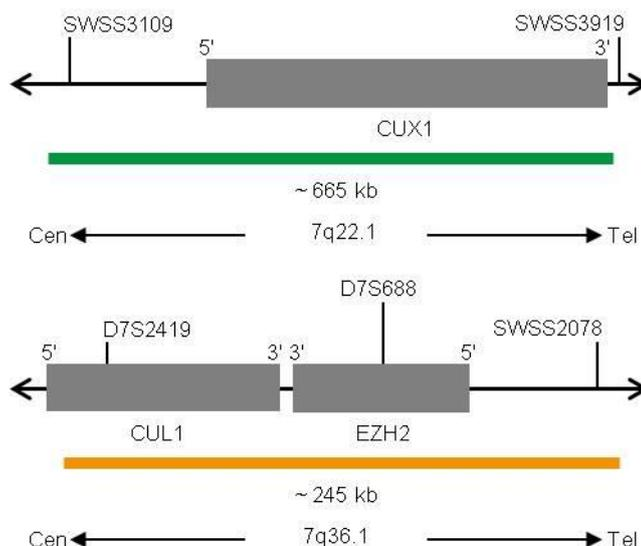

Fig. 1: In alto: Mappa della sonda SPEC CUX1; In basso: Mappa della sonda SPEC EZH2 (non in scala)
- Polinucleotidi (~4.5 ng/ μ l) marcati con ZyGreen (eccitazione 503 nm/emissione 528 nm), le cui sequenze target mappano in 7q22.1* (chr7:101,270,255-101,934,924) in cui è localizzato il gene CUX1 (vedere Fig. 1).
- Polinucleotidi (~4.5 ng/ μ l) marcati con ZyOrange (eccitazione 547 nm/emissione 572 nm), le cui sequenze target mappano in 7q36.1* (chr7:148,402,839-148,647,927) in cui è localizzato il gene EZH2 (vedere Fig. 1).
Situazione normale: Nelle interfasi di cellule normali o di cellule senza la delezione a carico delle rispettive regioni geniche, appaiono due segnali verdi, due segnali arancioni e due segnali blu (vedere Fig. 1).